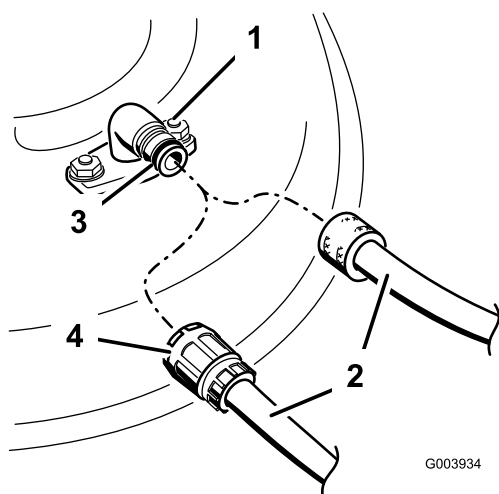

Рисунок 30
4. Подсоедините шланг к штуцеру промывки и поверните регулятор подачи воды в положение большого расхода (Рисунок 30).